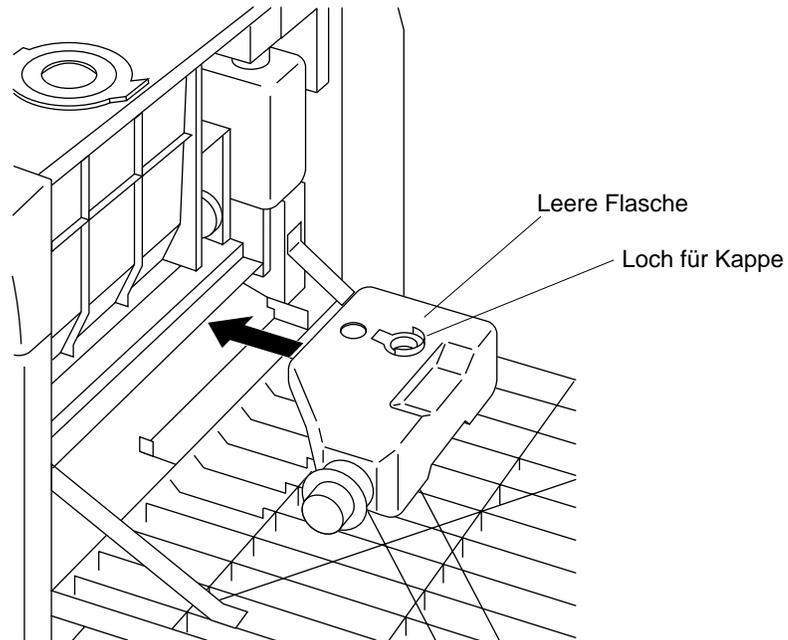

Abbildung 2-58 Entwicklersammelbehälter installieren
2. Drehen Sie die Kappe herum, und drücken Sie sie in die dafür vorgesehene Aussparung (siehe Abbildung 2-58).